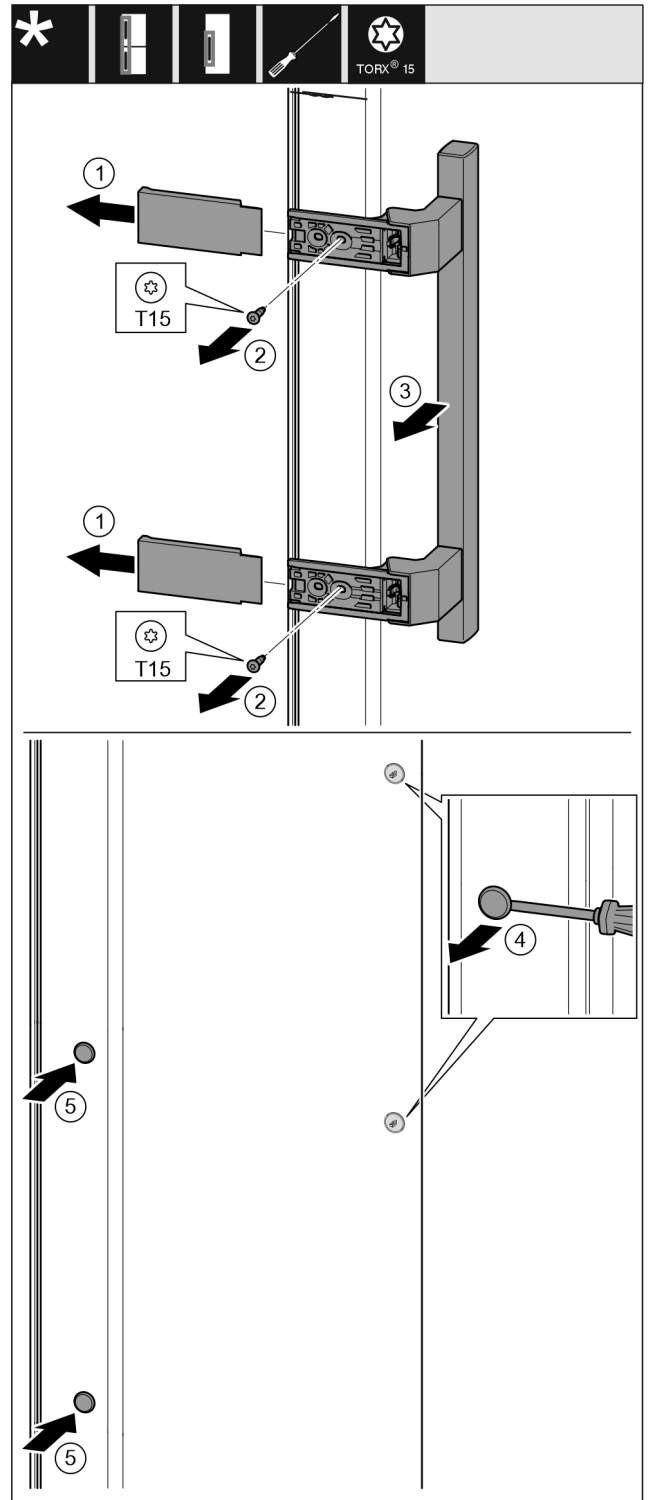

Fig. 14
- ▶ Nutraukite dangtį. Fig. 14 (1)
- ▶ Išsukite varžtus atsuktuvu Torx 15. Fig. 14 (2)
- ▶ Nuimkite rankenėlę. Fig. 14 (3)
- ▶ Šoninį kaištį atsargiai pakelkite išdrožiniu atsuktuvu ir jį ištraukite. Fig. 14 (4)
- ▶ Vėl įstatykite kamštį kitoje pusėje. Fig. 14 (5)